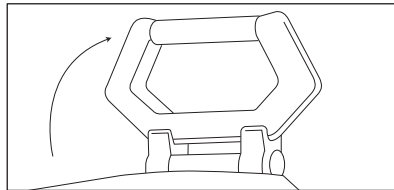

Fig. 1
1. Adjuntar manejar el soporte. (Fig. 1)